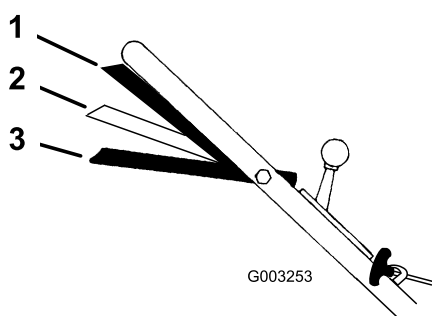

Figura 16
- Mueva el control de velocidad sobre el terreno a la posición de Punto muerto (N).
- Apriete la barra de control contra el manillar hasta la posición Marcha/avance (Figura 16).
transmisión. Mueva la barra de control de la cuchilla a la posición Marcha/cambio (Figura 16) para cambiar la velocidad sobre el terreno.